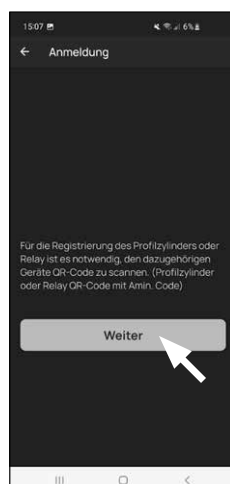

Fig. 4
- 4 Pulse en «Continuar» (Fig. 4). En caso necesario, se le pedirá que confirme el acceso a la App en la cámara.